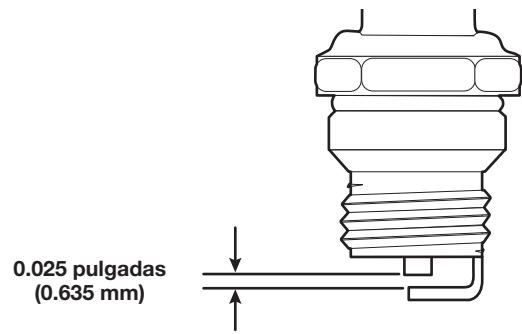

Fig. 27
4. Use un calibrador de hoja para ajustar abertura de la bujía a **0.025 pulgadas (0.635 mm)** (Fig. 27).